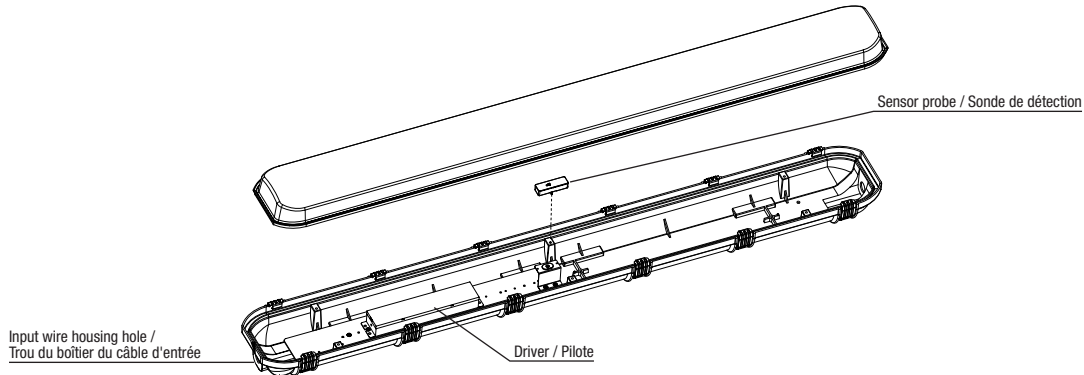

Fig 6
2. Insert the sensor into the receptacle as shown in Fig. 6.
Note: The sensor needs to be installed with a specific orientation. The sensor probe needs to be oriented toward the input wire housing hole (Figure 6). Ensure the sensor can pass through the reflector hole.
2. Insérez le capteur dans le réceptacle comme indiqué sur la figure 6.
Remarque : le capteur s'installe dans un sens précis. La sonde du capteur doit être orientée vers le trou du boîtier du câble d'entrée (figure 6). Assurez-vous que le capteur peut passer à travers l'orifice du réflecteur.